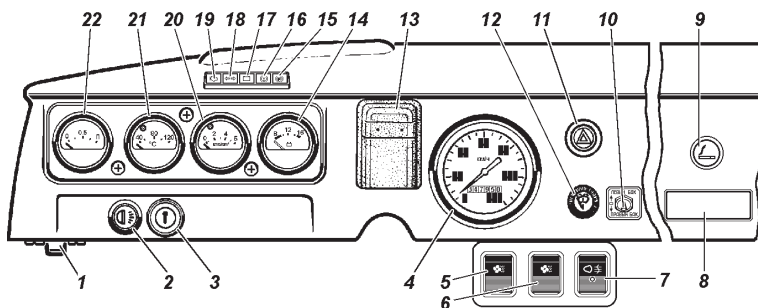

Рис. 3.2. Панель приборов (наименование позиций см. в тексте)
1 -панель приборов (см. рис. 3.2);
- На панели приборов (рис. 3.2) расположены:
Включение и выключение электродвигателей вентиляторов отопителей осуществляется выключателями 5 и 6 (см. рис. 3.2).